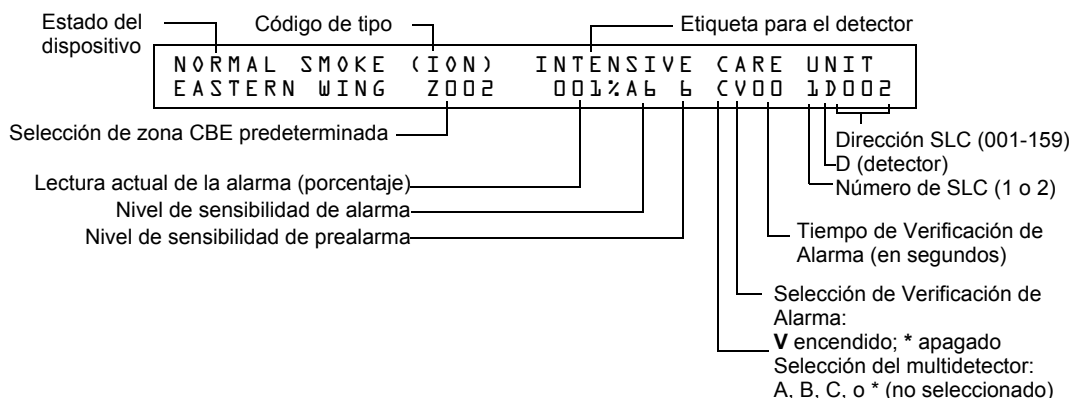

Figura 4.1 Pantalla de Ejemplo de Estado de Lectura del Detector
Desde la pantalla "Estado de Lectura", presione la tecla 0, luego presione la tecla ENTER. Ahora puede ver el Estado de Lectura para un detector como se indica: presione DETECTOR, ingrese el número de SLC seguido la dirección de tres dígitos, luego presione la tecla ENTER. Por ejemplo, para leer el estado del detector 1D002: presione DETECTOR, ingrese el número SLC (1), ingrese la dirección 002, luego presione la tecla ENTER. El panel de control ahora muestra información sobre el detector, como se muestra en la Figura 4.1.